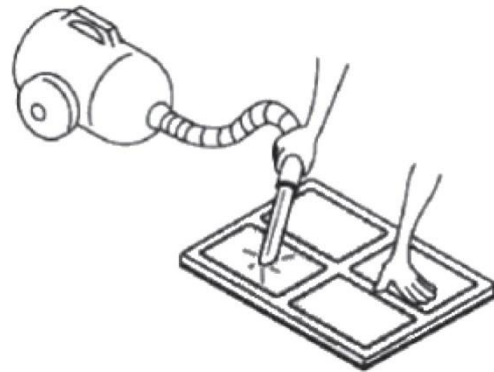

Fig. 2
3.3. Ta sedan bort den svarta gummipluggen vid kondensationsslangens avloppspunkt och lyft även den svarta gummipluggen väl! (Se fig. 2)
- Det är bäst att rengöra luftfiltret försiktigt i ljummet vatten eller med en dammsugare med låg inställning (sugkraft). (Se fig. 2)